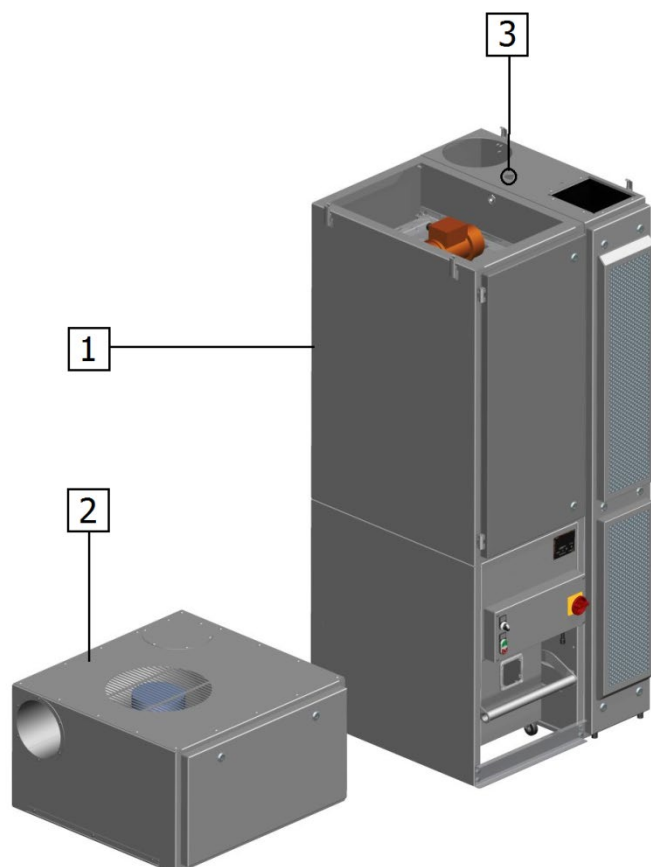

Fig. 2: V80C Mini in due parti ventilatore
ATTENZIONE: durante il montaggio dell'alloggiamento del ventilatore, tenere presente che dall'alloggiamento esce un cavo con un connettore per il collegamento del ventilatore. Accertarsi che il cavo non rimanga incastrato o venga danneggiato in altro modo. Il connettore deve essere fatto passare attraverso l'apposita apertura (fig. 2, pos. 3).